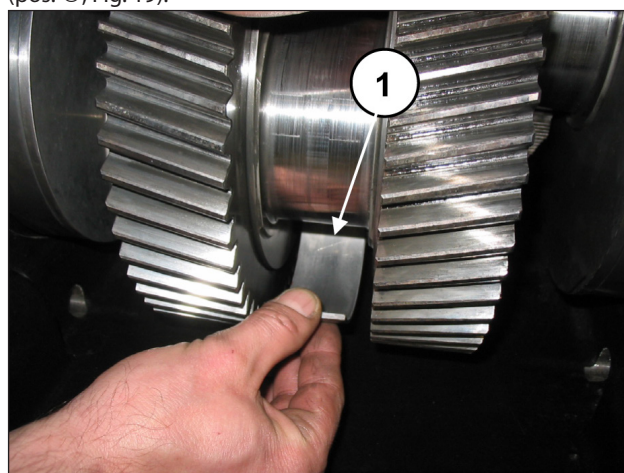

Fig. 19
Solte os três semi-rolamentos superiores das semi-hastes (pos. ①, Fig. 19).